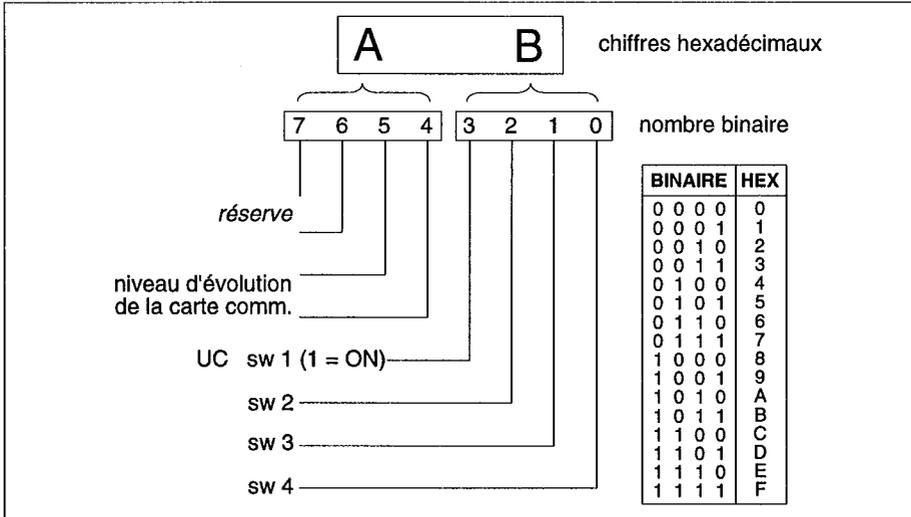

Figure 7-6 Code de révision de la carte de communication &amp; de diagnostic des commutateurs
- 4 **Révision de la carte de communication et commutateurs.** Deux chiffres hexadécimaux vous indiquent le niveau d'évolution de la carte (bits 5, 4) et l'état des quatre commutateurs de fonction de l'unité centrale (bits 3 à 0), voir figure 7-6. Vérifiez que ces valeurs correspondent à l'équipement. Les commutateurs 1, 2, et 4 doivent être mis sur OFF, pour permettre un POST complet et l'impression des résultats.